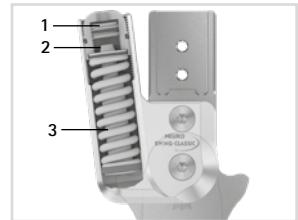
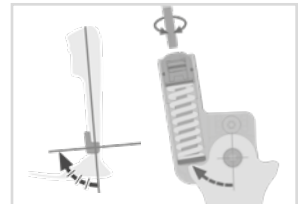
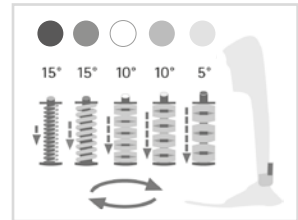

fig. 19
fig. 21
fig. 23
La conception de l'orthèse peut être adaptée à l'aide de la vis de réglage sur orthèse (1 ; fig. 19). Notez que l'ajustement avec précision est limité à 10° maximum. Ne mettez pas le mécanisme de ressort sous tension, car cela risque d'entraîner un endommagement de l'articulation modulaire.
- Pour augmenter l'angle en flexion plantaire, vissez le mécanisme de ressort à l'aide de la vis de réglage sur orthèse (fig. 21). À cet égard, veillez à ce que l'angle de l'articulation ne se situe pas en dehors des repères des degrés.
- Pour réduire l'angle en flexion dorsale, dévissez le mécanisme de ressort à l'aide de la vis de réglage sur orthèse (fig. 21). À cet égard, veillez à ce que l'angle de l'articulation ne se situe pas en dehors des repères des degrés.
La vis de limitation du mouvement (2 ; fig. 19) permet de modifier en continu la liberté de mouvement en flexion plantaire ou en flexion dorsale. Chaque mécanisme de ressort détermine la liberté de mouvement maximale. Ils sont disponibles dans les degrés 5°, 10° et 15°. Le vissage complet de la vis de limitation du mouvement permet de limiter ou de bloquer entièrement la liberté de mouvement maximale possible (fig. 21).
La force de rappel peut être modifiée en remplaçant les mécanismes de ressort (3 ; fig. 19). Insérez le mécanisme de ressort approprié dans le canal du ressort en fonction de la force de rappel nécessaire. Il existe cinq mécanismes de ressort dont la force de rappel va de normale à très élevée (fig. 23). Notez que le mécanisme de ressort détermine la liberté de mouvement maximale possible.